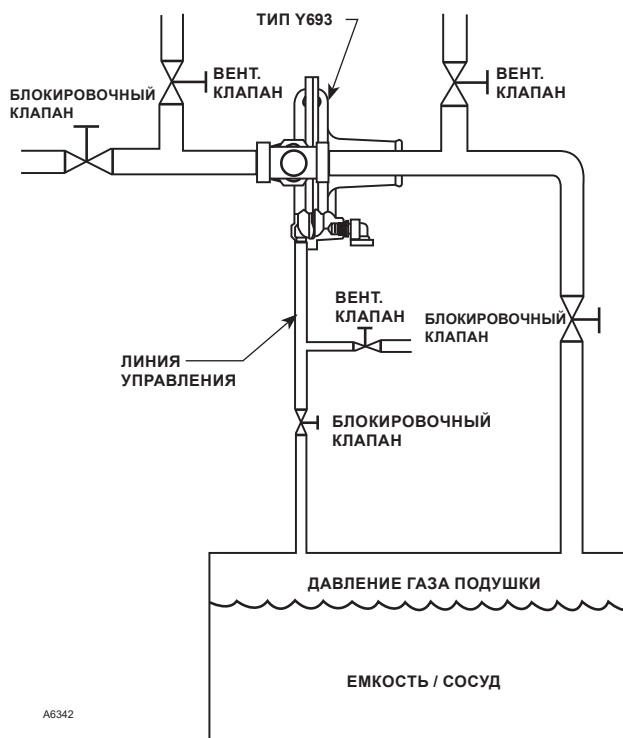

Рисунок 2. Типовые способы установки регулятора модели Y693
2. Регулятор может устанавливаться в любом положении, пока поток через корпус протекает в направлении, обозначенном стрелкой направления потока, прикрепленной к корпусу. Устанавливайте регулятор как можно ближе к защищаемому сосуду, используя прямой отрезок трубы такого же или большего размера, чем размер корпуса регулятора. Установите корпус (поз. 28) и/или кожух пружины диафрагмы (поз. 23) так, чтобы исключить накопление влаги или мусора в вентиляции с сеткой (см. рисунок 2). Если регулятор требует перестановки, см. процедуры обслуживания зоны диафрагмы и кожуха пружины в разделе «Обслуживание» для перестановки вентиляции с сеткой для вашего применения. При необходимости установки запорного вентиля, установите клапан полного расхода между регулятором и защищаемым сосудом.
4. Для нормальной работы регулятора вентиляционное отверстие корпуса пружины (поз. 56) должно обеспечить атмосферное давление на диафрагме. Вентиляция кожуха пружины должна оставаться открытой и располагаться так, чтобы исключить сбор влаги в кожухе пружины, агрессивных химикатов или других посторонних материалов. Для обеспечения максимальной свободы при установке регулятора, вентиляционная сборка прилагается отдельно в сумке. Присоедините вентиляционную сборку к отверстию с резьбой 3/4 дюйма NPT и расположите вентиляционным отверстием вниз, как это показано на рис. 2. В зависимости от ориентации регулятора колено (поз. 75) не обязательно ориентировать так, чтобы его вентиляционное отверстие было направлено вниз.
Сначала закройте ближайший (верхний) запорный клапан, а затем ближайший (нижний) запорный клапан, далее запорный клапан на управляющем трубопроводе (см. рис. 2). Затем откройте вентиляционный вентиль, расположенный между регулятором и выходным краном, который был перекрыт. Затем откройте вентиляционный клапан до регулятора и вентиляционный клапан в трубопроводе управления. Все давление между запорными клапанами сбрасывается через открытые